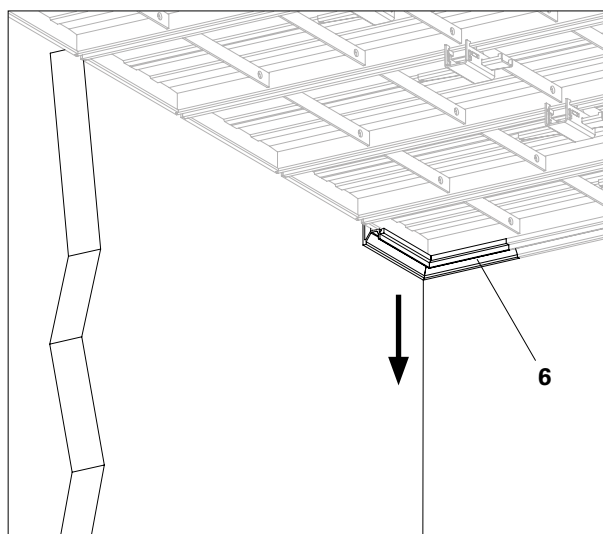

Fig. C3.03
4. Staccare con cautela il telaio/l'angolo di transizione dal calcestruzzo. (Fig. C3.03)